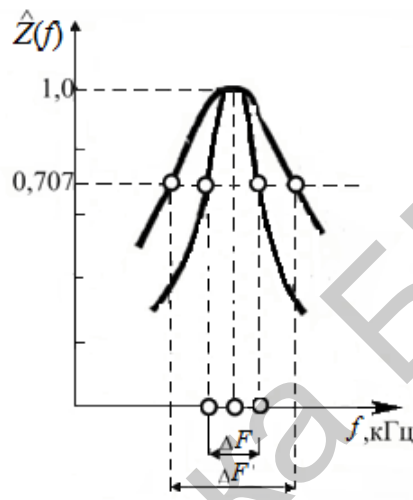

Рис. 174
4. Резонансные кривые приведены на рис. 174.